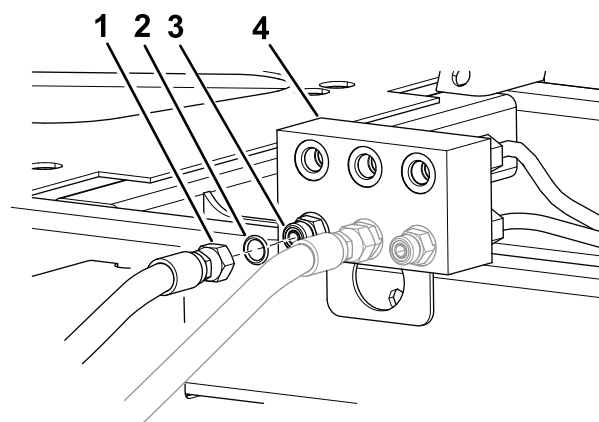

Figura 7
- Coloque um recipiente de escoamento debaixo do coletor de junção (Figura 7).
- Desligue o tubo hidráulico da união esquerda inferior no coletor de junção (Figura 7).